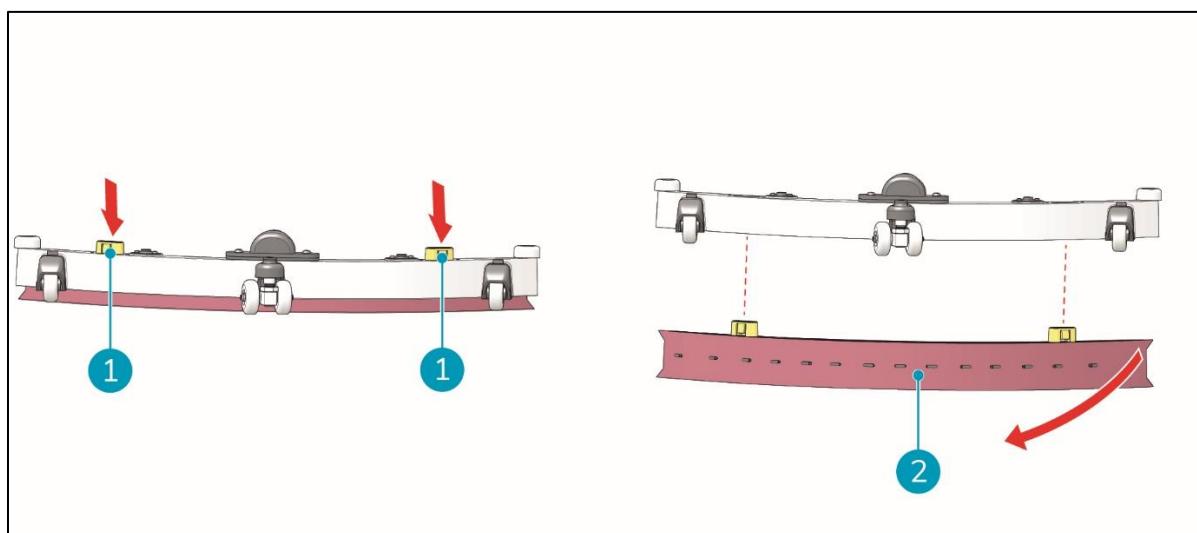

Figura 30
2. Una vez retirada la unidad de la plataforma de fregado, presione simultáneamente los dos botones negros de la parte superior de la unidad de rasqueta (Figura 30, pos. 1). El soporte de las hojas de la escobilla de goma se separará de la unidad de las hojas de la escobilla de goma. Ahora las hojas de la escobilla de goma están expuestas.
3. Extraiga las hojas de goma delantera y trasera de la escobilla de goma de los pomos metálicos del soporte (Figura 30, pos. 2).